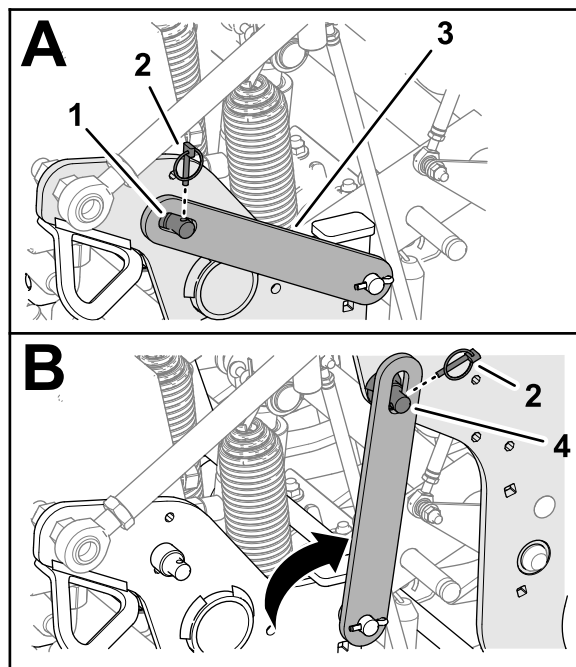

Figure 111
4. Retirez la goupille à anneau qui fixe le verrou de service à la plaque latérale (Figure 111).